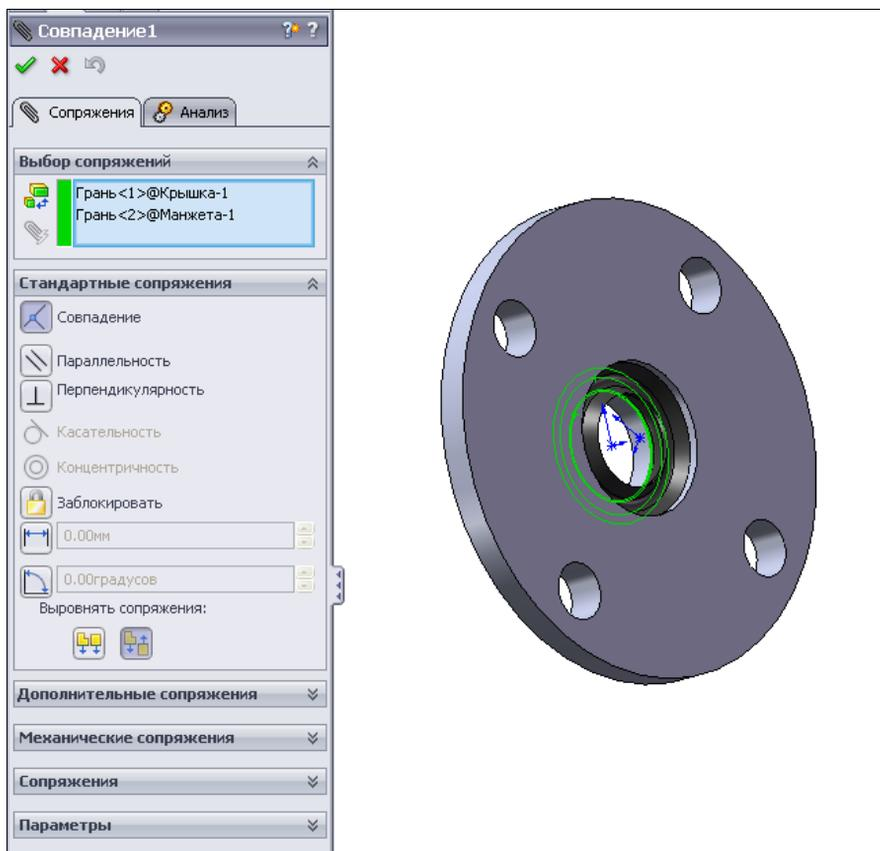

Рис. 6.22
- **Совпадение** — плоских поверхностей крышки и манжеты (рис. 6.22).